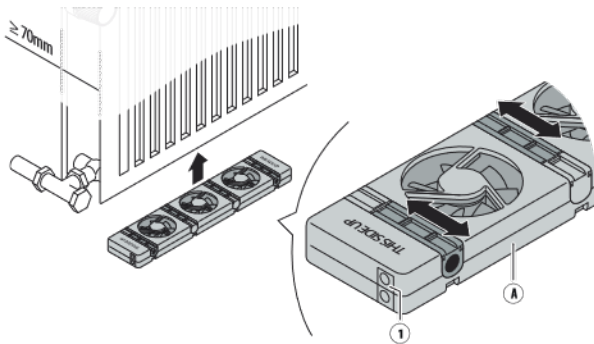

Fig. 1: Posición del SpeedComfort (A).
1. Asegúrese de que el **SpeedComfort (A)** esté orientado hacia arriba y de que los **conectores hembra (1)** estén orientados hacia la toma de corriente (véase fig. 1).